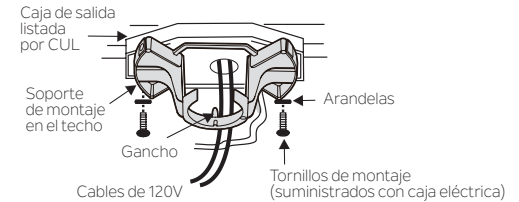

Fig. 6
**Paso 3.** Pase los cables de suministro de 120 voltios desde la caja de salida del techo a través del centro del soporte de montaje en el techo. (Fig.6)
**Paso 4.** Fije el soporte de montaje en el techo a la caja de salida con los tornillos y arandelas incluidos con la caja de salida. (Fig. 6)